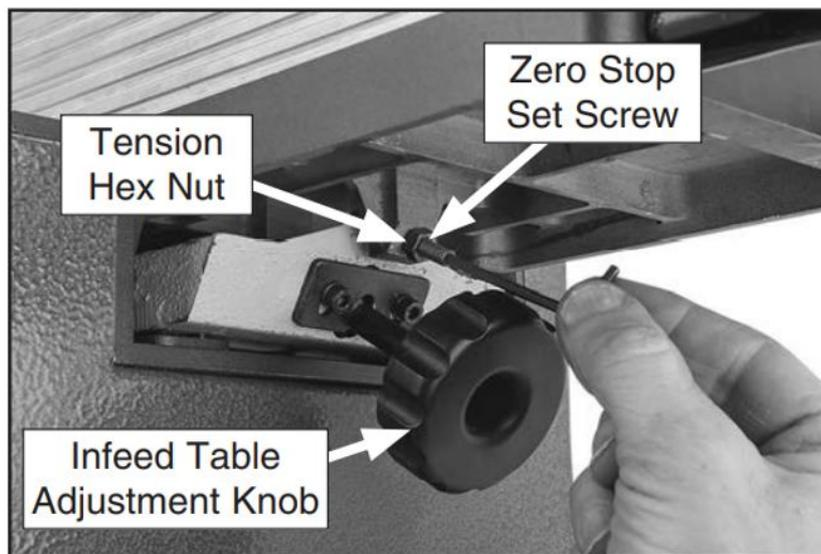

Рис. 23. Компоненты нулевого упора.
2. Ослабьте натяжную шестигранную гайку и отрегулируйте установочный винт нулевого упора до упора в основание стола (см. рисунок 23).